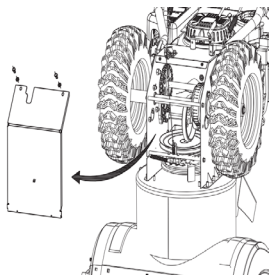

Рисунок 44
2. Осторожно передвиньте снегоуборочную машину вверх и вперёд так, чтобы она встала на корпус шнека. Снимите крышку рамы из-под снегоуборочной машины, открутив четыре самореза, фиксирующие её. См. рисунок 44.